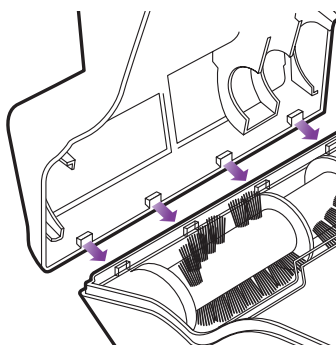

Fig. 16
- Pour réassembler, insérez les languettes situées au coin avant du couvercle dans les orifices correspondants situés sur la partie supérieure de la brosse rotative, puis inclinez le couvercle vers le bas jusqu'à ce que le tout s'enclenche en place. (fig. 16)